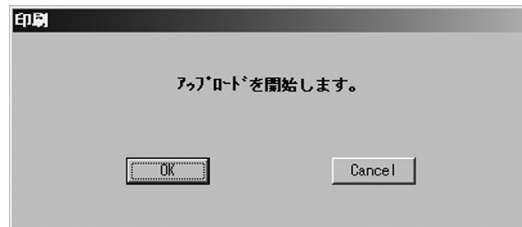

図97
- ① 画面上部メニューの「File(F)」をクリックし、「印刷(P)Ctrl+P」を選び再度クリックします。
- ② 図97のようなメッセージボックスが現れますので、印刷を行う場合は「OK」ボタンをクリックしてください。